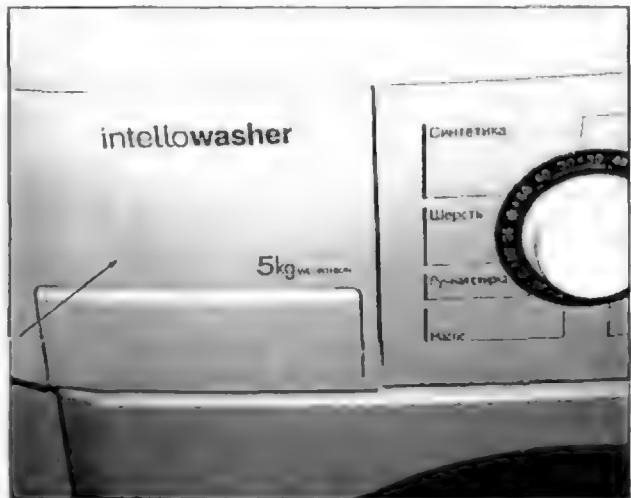

Рис.1.10.2
- вынимают бункер для стирального порошка (рис. 1.10.2). По бокам открывшегося отсека расположены 2 винта — их отворачивают;